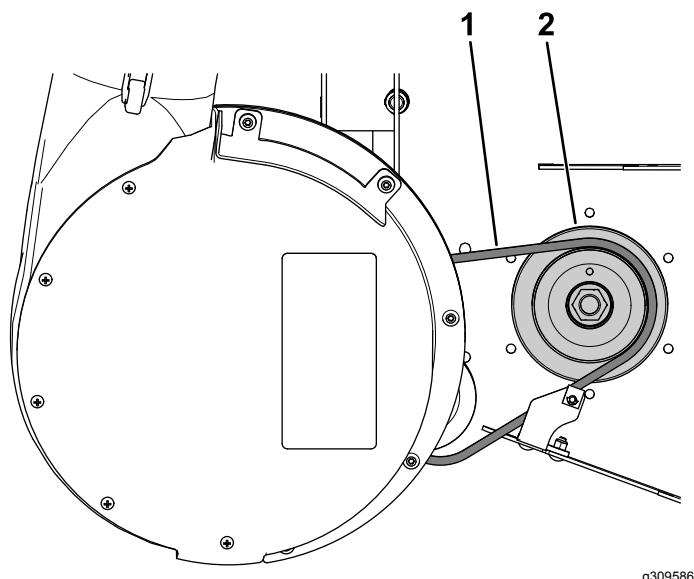

Figura 46
1. Tirate indietro la puleggia del tendicinghia caricata a molla e disponete la cinghia del soffiatore attorno alla puleggia motrice (Figura 46).